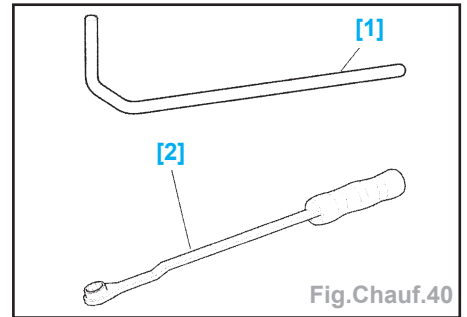

Fig.Chauf.40
- agir sur le galet dynamique (2) à l'aide de l'outil [2], jusqu'à la mise en place de la pige [1] dans le trou de pigeage (A) (Pige : Diamètre 4 mm) (Fig.Chauf.40/41),